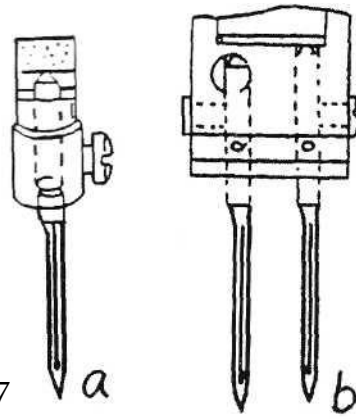

Рисунок 7
3. Сборка иглы (замена) (см. рисунок 7)